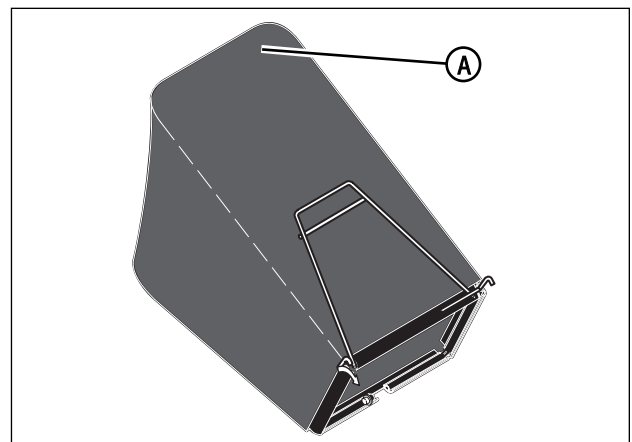

Figura 9: Cierre de la tapa elástica superior
4. Cierre la tapa elástica superior (A, Figura 9). Al operar el cortacésped con la bolsa de césped, la tapa elástica superior debe estar en la posición operativa cerrada.